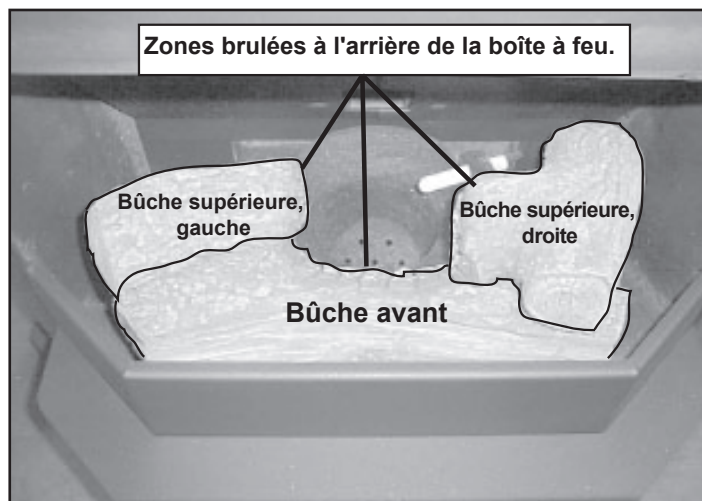

Figure 23.2
2. Placez les bûches de gauche et de droite sur la bûche avant, en plaçant les trous dans la base des bûches de droite et de gauche sur les broches de positionnement de la bûche avant (voir **Figure 23.2**). Assurez-vous que les extrémités carbonisées pointent vers le creuset de combustion.